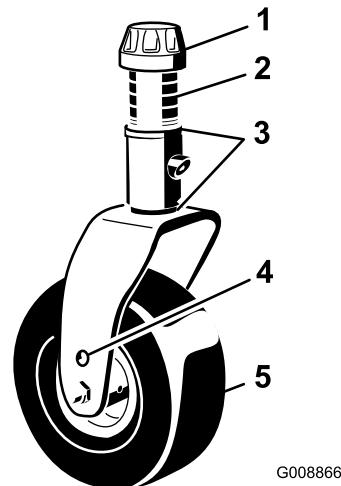
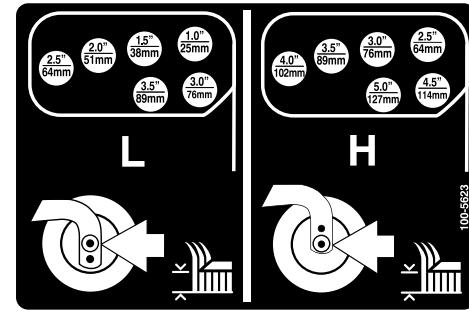
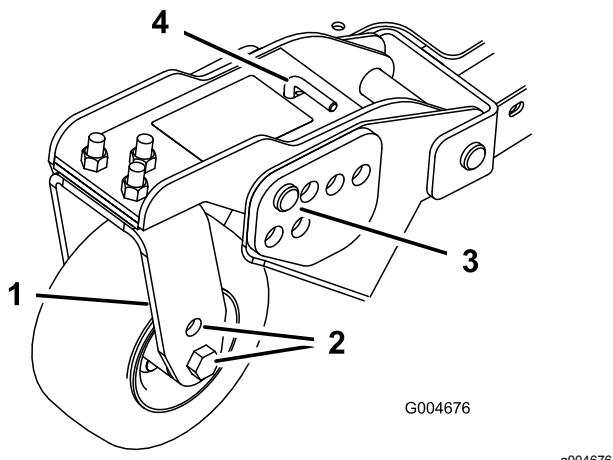

Figure 22
Figure 25
Figure 24
1. Placez les essieux des roues pivotantes dans les mêmes trous sur toutes les fourches (Figure 22 et Figure 24). Pour choisir les trous corrects pour la hauteur de coupe requise, reportez-vous au tableau suivant.
2. Enlevez le chapeau de tension de l'axe de pivot (Figure 22) et sortez l'axe du bras pivotant. Replacez les 2 cales (3 mm) sur l'axe de pivot comme à l'origine. Ces cales sont nécessaires pour que les plateaux de coupe soient parfaitement de niveau sur toute la largeur. Placez le nombre requis d'entretoises de 13 mm sur l'axe de pivot pour obtenir la hauteur de coupe voulue, puis ajoutez la rondelle.
4. Enlevez la goupille fendue et les axes de chape des bras de pivot (Figure 24).
5. Tournez la tige de tension pour éléver ou abaisser le bras de pivot jusqu'à ce que les trous soient en face de ceux du support de hauteur de coupe sélectionnés dans le cadre du plateau de coupe (Figure 24 et Figure 25).